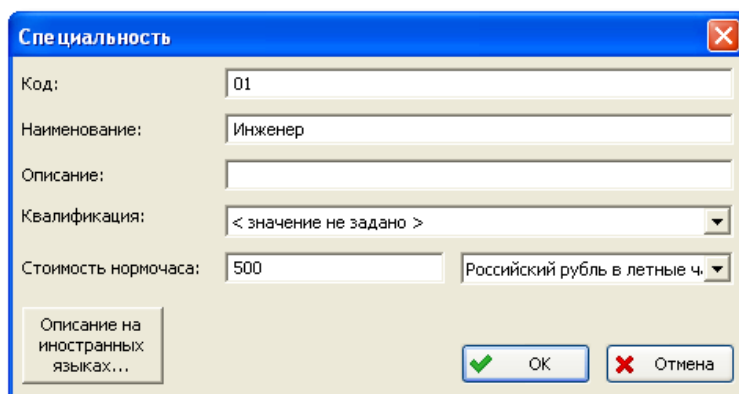

Рис. 4-104
2. В появившемся окне **Специальность** введите (рис. 4-104):